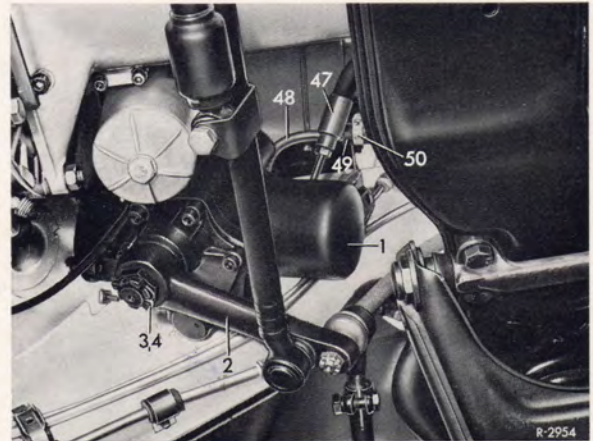

Bild 46-6/8
28. Beim Rechtslenker Druckleitung (68) und Rücklaufleitung (69) mit den Teilen Pos. 74 bis 76 an die beiden Halter (73) befestigen (Bild 46-6/10). Außerdem Hochdruck-Dehn-